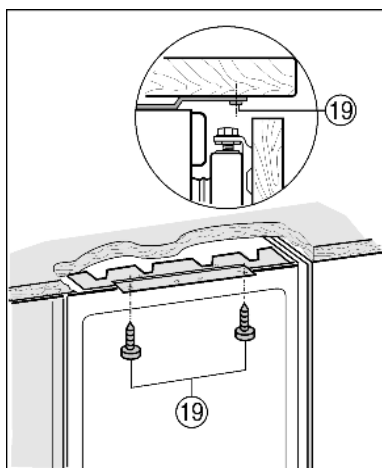

Fig. 12
- Прикрутите сверху с помощью длинных винтов для ДСП Fig. 12 (19).